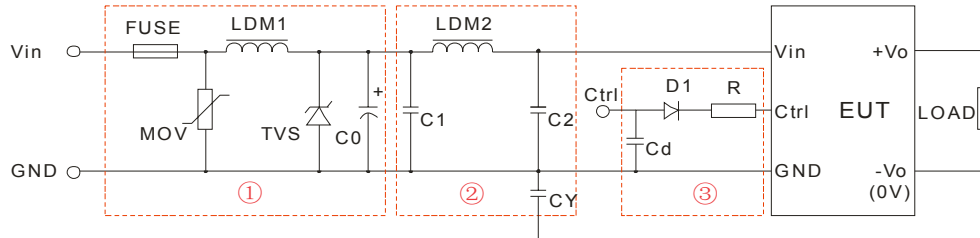

图 1
辐射骚扰	CISPR22/EN55022 CLASS B（推荐电路见图 1-②或图 3）
- 注: 1.图 1 中第①部分用于 EMS 测试; 第②部分用于 EMI 滤波, 可依据需求选择;
2.  $V_C$  为 Ctrl 端相对于输入地 GND 的电压,  $V_D$  为 D1 的正向导通压降,  $I_C$  为流入 Ctrl 端的电流, 一般取 5-10mA, Ctrl 端外围电路如图 1-③;
## EMI 测试效果图（推荐电路见图 1-②）